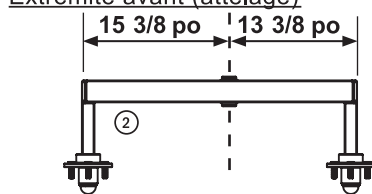

Fig. 2
Étape 4 : Mesurez les essieux (2). Mesurez la distance entre le trou du pivot et chaque extrémité du tourillon, comme indiqué sur la fig. 2.